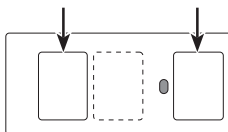

Figure 7
- **Au moyen de ruban adhésif :** Si vous fixez le relais de carillon à l'aide de ruban adhésif à deux faces, retirez le papier des deux côtés du ruban et appliquez le ruban sur une surface propre (voir la Figure 7). Installez le couvercle.